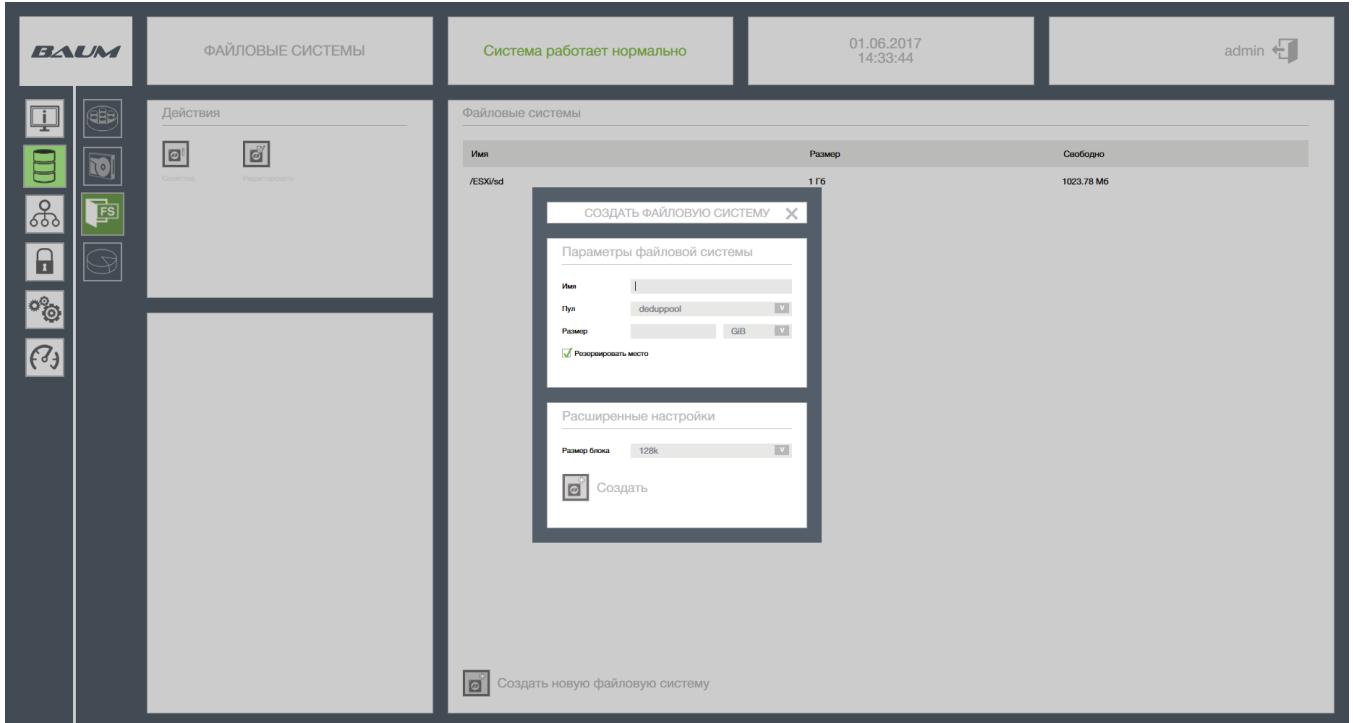

Рисунок 46 – Создание файловой системы
- 1) Перейти во вкладку «Дисковое пространство» → «Файловые системы» (см. Рисунок 46).